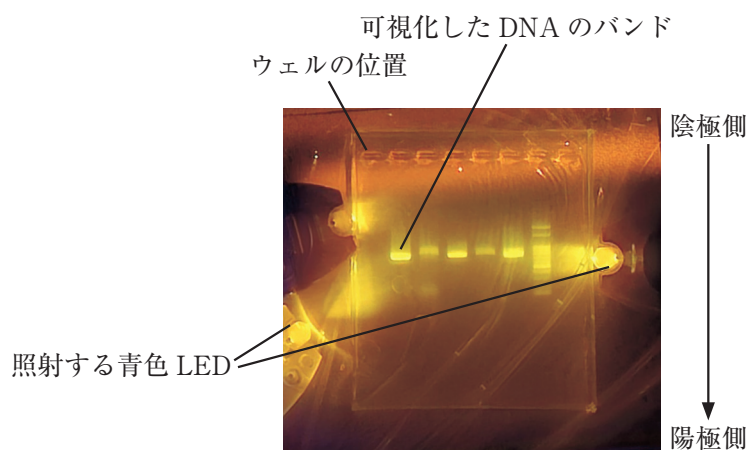

図5 可視化した DNA サンプルのバンドの例
- (4) 電気泳動終了後に青色 LED の光を照射すると、レーン（ウェルから陽極に向かう带状の区域）を移動した DNA などの核酸を蛍光色素が発する光によって可視化し、明るいバンド（短い帯）として、検出することができる（図5）。